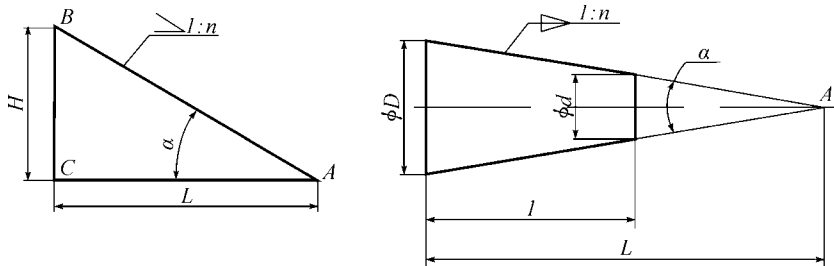

图 1-6 锥度和斜度的标注
(2) 简化标注。在同一图形中,对于尺寸和形状相同的孔、槽等组成要素,可以仅在一个要素上标注其数量和尺寸,均匀分布在圆上的孔可在尺寸数字后加注“EQS”字样,成组要素的定位和分布情况在图中已经明确时,可省略“EQS”字样。
(3) 尺寸标注中的符号。当圆心角大于 180° 时,要标注圆的直径,且在尺寸数字前加“ ϕ ”符号;当圆心角小于或等于 180° 时,要标注圆的半径,且在尺寸数字前加“R”符号;标注球面直径或半径尺寸时,应在符号“ ϕ ”或“R”前面再加符号“S”。
(4) 角度数字一律水平方向书写,一般注写在尺寸线的中断处,也可写在尺寸线的上方或引出标注。
(5) 线性尺寸水平标注时,字头朝上,垂直标注时字头朝左。
(6) 标注角度时,尺寸界线应沿着径向方向引出,尺寸线应画成圆弧,其圆心是该角的顶点。
(7) 锥度和斜度可按照如图 1-6 所示的方法标注。锥度和斜度符号的方向应与锥度和斜度的方向一致。